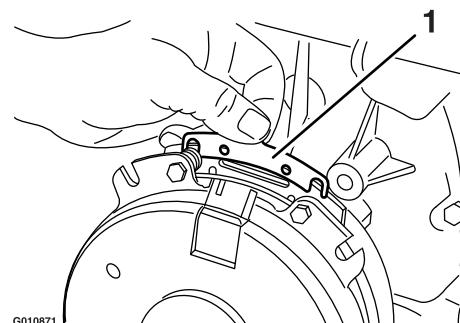

Figure 81
- B. A l'aide d'une pince à becs longs ou avec les doigts, saisissez la languette et déposez la cale (Figure 81).
moteur corrects, et réduit les risques de surchauffe et de dommages mécaniques du moteur (Figure 81).